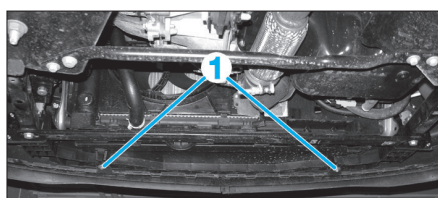

Fig. 1
- Sous le véhicule, déposer les vis (1) (Fig.1).